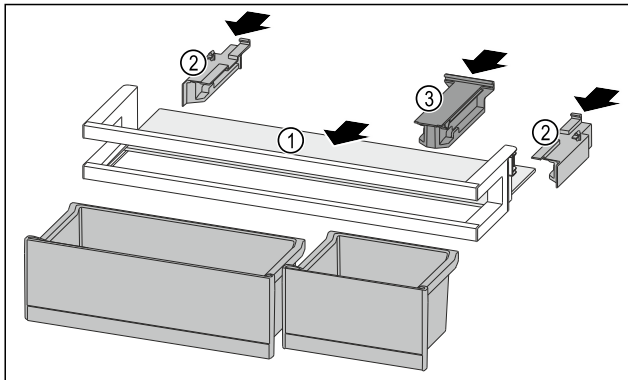

Fig. 145
- ▶ 将搁板 Fig. 145 (1) 推入侧面凹槽。
- ▶ 插入侧面部分 Fig. 145 (2)。
- ▶ 插入定位件 Fig. 145 (3)。